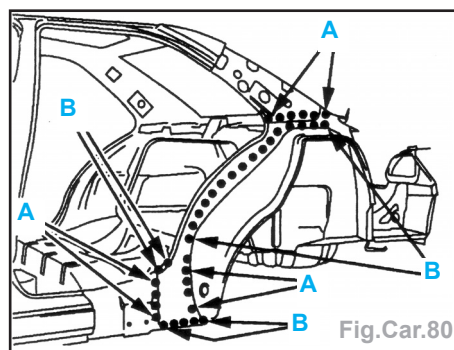

Fig.Car.80
- Souder par points bouchons au MIG suivant **A**, meuler les points bouchons (Fig.Car.80).